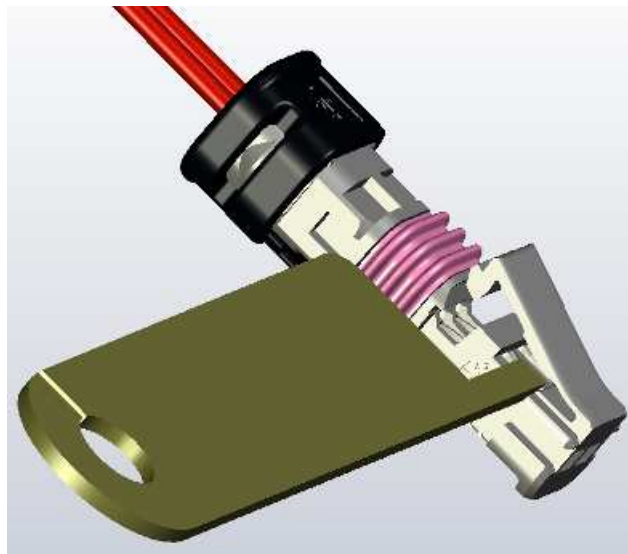

Fig.6
*PUSH DOWN THE SECONDARY LOCKING AS SHOWN IN FIG.6. PRESS DOWN LOCKING LANCE OF THE CONTACT CAREFULLY WITH THE EXTRACTION-TOOL TE 1355968-1 AS SHOWN IN FIG.6 AND SIMULTANEOUSLY PULL OUT THE CONTACT CAREFULLY. EVENTUALLY THE CONTACT MUST UNLOCKED A SECOND TIME AND CAN THAN PULLED OUT COMPLETELY.*
Die 2.Kontaktsicherung geöffnet halten wie in Fig.6 dargestellt. Rastfeder des Kontaktes vorsichtig mit dem Entriegelungswerkzeug TE1355968-1 andrücken wie in Fig.6 dargestellt und den Kontakt gleichzeitig vorsichtig herausziehen. Gegebenenfalls muss der Kontakt ein zweites Mal entriegelt werden und kann dann vollständig aus der Kammer gezogen werden.